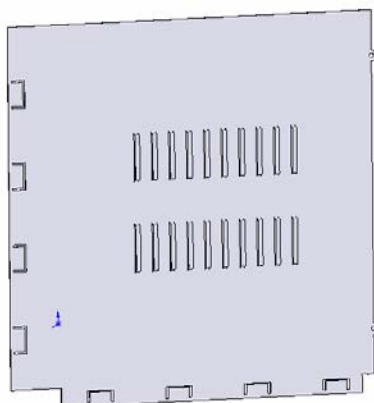

图 10-64 展开后的钣金件
③ 展开钣金件。右击“FeatureMannger 设计树”中的“平板型式 1”，在弹出的快捷菜单中选择“解除压缩”命令将钣金零件展开，如图 10-64 所示。
④ 单击“保存”图标将文件保存。